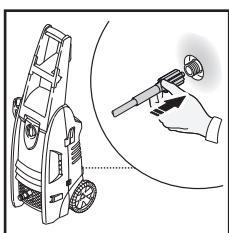

Fig. 3
- Visser l'haut tuyau de pression (dans le sens des aiguilles d'une montre) sur le dos de l'unité au fond (la fig. 3). La fin du tuyau doit être insérée dans la sortie d'eau loin assez si le col peut enfiler sur les fils de sortie jusqu'à ce que transmet tendu. Ne pas utiliser des poignées de pinces ou vice pour resserrer. S'il prend moins que six vous tournent plus ou moins n'a pas resserré convenablement l'haute installation de tuyau de pression. C'est plus facile à disposer la rondelle de pouvoir devant vous si garantir que les fils sont correctement commencés. L'échec convenablement pour resserrer l'haut tuyau de pression aura pour résultat le tuyau qui glisse ou sauter tout de suite en tournant l'unité sur. Ne pas se soucier des dommages si ceci arrive - réinstalle juste et prend le soin supplémentaire à visser l'haute installation de tuyau de pression.